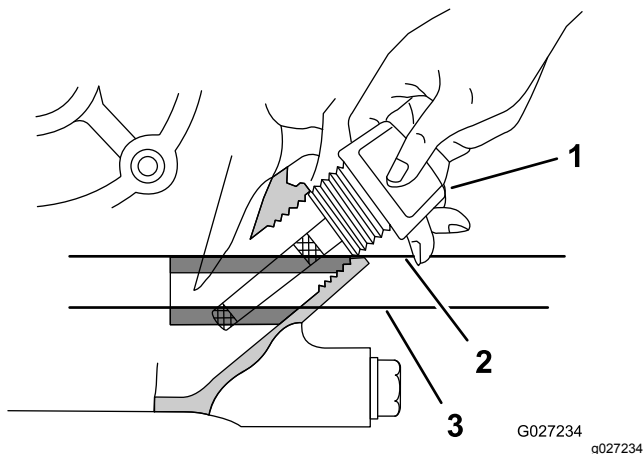

図 8
- ディップスティックを引き抜いてオイル量を確認する図 8。
注 ディップスティックについている2つの格子模様の間が全部オイルで濡れていればオイル量は適正です図 8。
- ディップスティックを取り付けて締めめる図 8。
- エンジンからディップスティックを抜きウェスで一度きれいに拭く(図 8)。
- 図 8 のようにディップスティックをエンジンに差し込む。